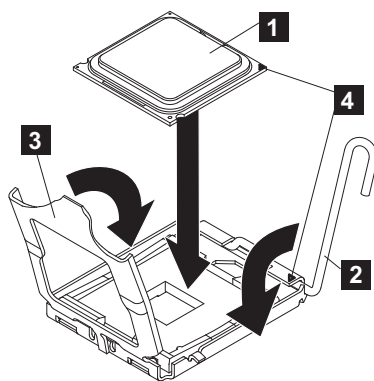

図 312. SAN ポリウム・コントローラー 2145-CG8 または 2145-CF8 のマイクロプロセッサ・ブラケット・フレームを閉じる
- マイクロプロセッサ取り付けツール上の三角形の位置合わせマーク (410 ページの図 312 の **4**) を、マイクロプロセッサ上の三角形の位置合わせマークに揃えます。次に、取り付けツールの下部でマイクロプロセッサを正しくつかめるように、ツールの底面をマイクロプロセッサにかぶせます。
マイクロプロセッサとソケットを位置合わせするには、マイクロプロセッサ・ソケットの三角形の位置合わせ用切り欠きと、マイクロプロセッサの三角形の位置合わせマーク (410 ページの図 312 の **4**) を使用します。また、切り欠きの位置も、マイクロプロセッサの位置合わせに利用してください。